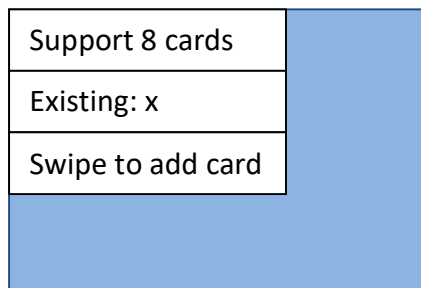

Figura 33 - Schermata aggiunta card
- 2) Per aggiungere delle card di abilitazione carica, selezionare '1. Add Card' e attendere la comparsa della schermata in Figura 33.